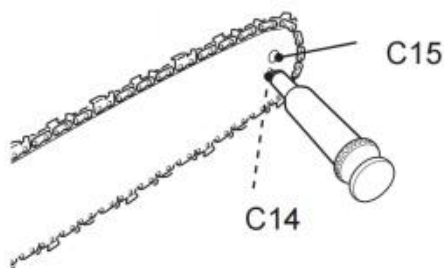

Fig. 69
2. Za pomocą jednorazowego pistoletu smarowego włożyć końcówkę igły do otworu smarowego (C14) i wstrzyknąć smar, aż pojawi się na zewnętrznej krawędzi koła zębatego (rys. 69).